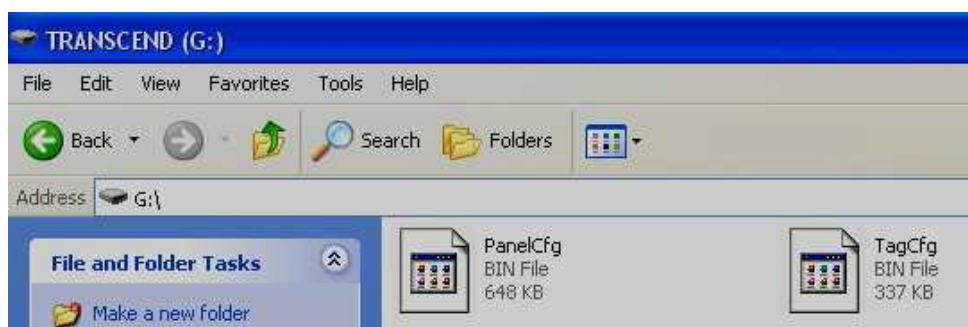

Рисунок 80
- 1) На чистую карту памяти, установленную в регистратор, следует сохранить конфигурацию (кнопка «Сохранить» в меню «Конфигурация»). На карте памяти при этом должны появиться два файла (рисунок 80).